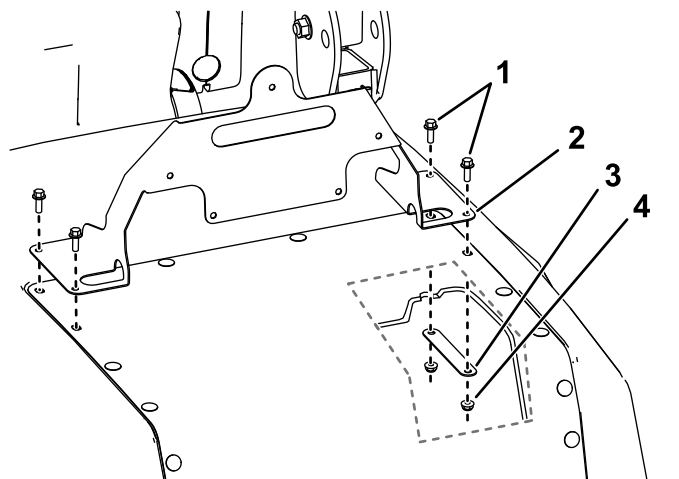

図 2
2. ステップ1でリベットを外した位置に標識マウントをセットする 図 2。
3. フード上部に標識マウントを取り付け、フード下部に下部マウント 2 個を取り付けるフランジヘッドボルト 1/4 x 3/4" 4 本とロックナット 1/4" 4 個を使用する 図 2。